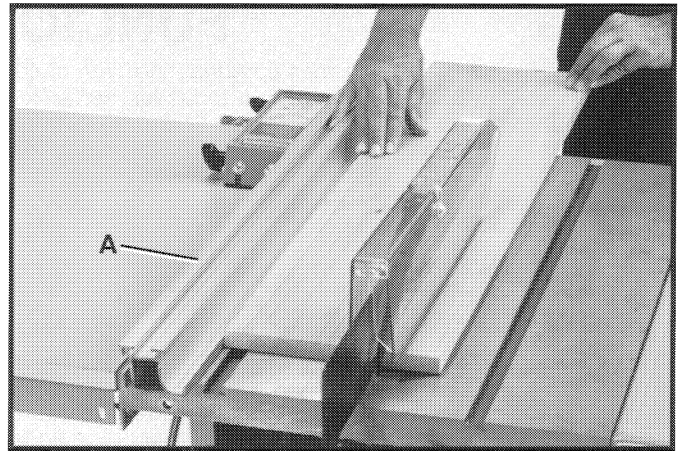

Fig. 85
El corte a lo largo es la operación en la cual se realiza un corte longitudinal en una tabla, como se ilustra en la Fig. 85, y se utiliza la guía de corte a lo largo (A) para colocar y guiar el material. Un borde del material corre contra la guía mientras que el lado plano de la tabla descansa sobre la mesa. Puesto que el material está siendo empujado a lo largo de la guía, debe poseer un borde recto y hacer contacto sólido con la mesa. Siempre debe hacerse uso del protector de la hoja de sierra. En las sierras de Delta, el protector cuenta con dedos anti-contragolpe para prevenir los contragolpes y un hendidor para impedir que la entalladura de la sierra se cierre y atasque la hoja.
No se pare jamás en la línea del corte de la sierra durante el corte a lo largo. Detenga el material con ambas manos y empujelo a lo largo de la guía hacia la hoja de la sierra de la manera ilustrada en la Fig. 85. El material puede ser alimentado entonces a través de la hoja de la sierra con una o dos manos. Después de que el material se encuentre más allá de la hoja de la sierra y los dedos anti-contragolpe, se quita la mano del material. Cuando se hace esto, el material se quedará en la mesa, se inclinará levemente para quedar atrapada por el extremo posterior del protector, o se caerá al piso. Como alternativa, se puede proseguir la alimentación hasta el final de la mesa, después de lo cual se alza el material y es traído a lo largo del borde exterior de la guía. **El material cortado permanece sobre la mesa y no se toca con las manos hasta que la hoja de la sierra se detenga, a no ser que sea una pieza de gran tamaño, lo que permite quitarlo con seguridad.** Cuando se cortan a lo largo tablas de una extensión superior a los tres pies, se recomienda el uso de un apoyo de trabajo en la parte posterior de la sierra para impedir que el material se caiga de la mesa.